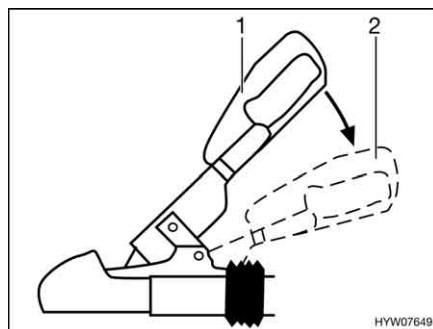

Fig. 178 Maniglia di stabilizzazione
- Attivare il dispositivo di stabilizzazione. A tal fine, premere la maniglia del gancio dalla posizione chiusa (Fig. 178,1) verso il basso (Fig. 178,2) fino all'arresto.